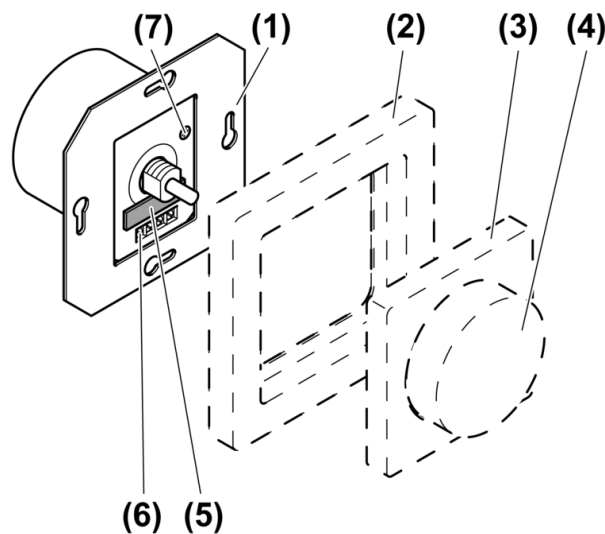

Figure 1: Conception de l'appareillage
- régler la luminosité de basse en tournant le sélecteur (7) (figure 1). La luminosité de base doit être réglée de manière à ce que les lampes raccordées soient visiblement allumées lorsque le bouton de réglage est en butée gauche.